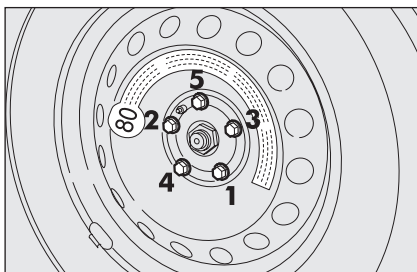

fig. 9
- ☐ en utilisant la clé en dotation, serrer à fond les boulons en passant alternativement d'un boulon à un autre diamétralement opposé, suivant l'ordre numérique illustré sur la **fig. 9**.
- ☐ baisser la voiture et extraire le cric, puis, en se servant de la clé fournie, serrer à fond les boulons selon l'ordre représenté précédemment pour la roue compacte **fig. 9**.